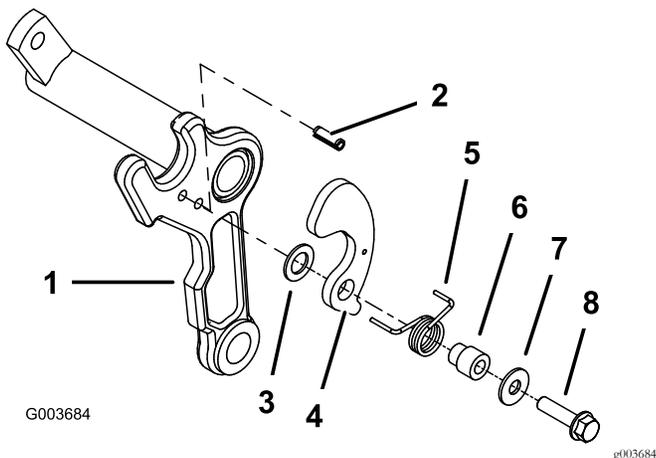

Figura 6
4. Montate una spina nel foro inferiore dal lato opportuno del telaio portante di ogni apparato di taglio (Figura 6).
5. Sullo stesso lato del telaio portante su cui è installata la spina, fissate una rondella in plastica, la staffa del cesto, la molla di torsione, l'anello del cesto, la rondella piana (3/8" x 7/8") e il bullone (5/16" x 1 1/4"); fate riferimento a Figura 6.